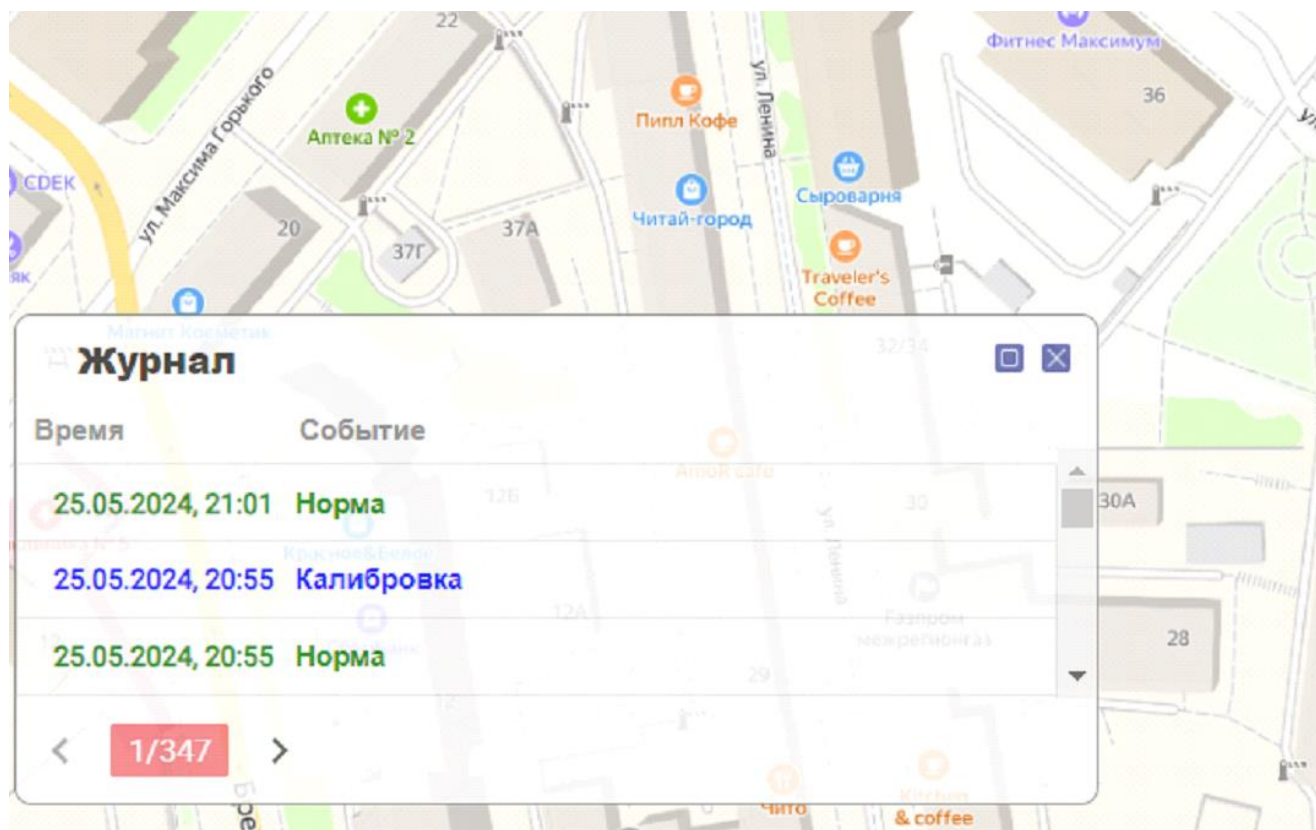

Рисунок 5. Журнал событий
Комплекс регистрирует значимые события в локальную базу данных. Для их просмотра оператор нажимает кнопку (3), открывается окно (рисунок 5).